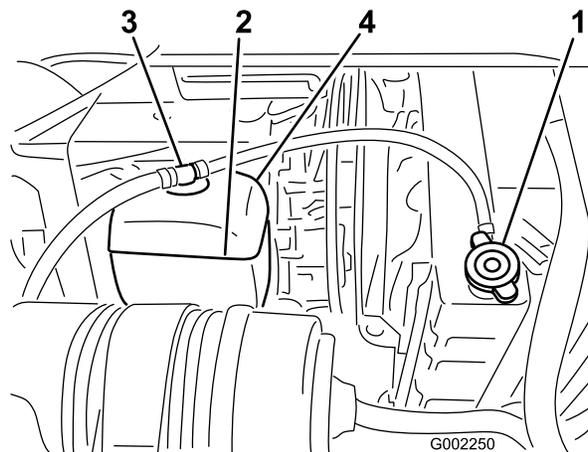

Figura 55
2. Quando o motor estiver frio, retire o tampão do radiador (Figura 55).